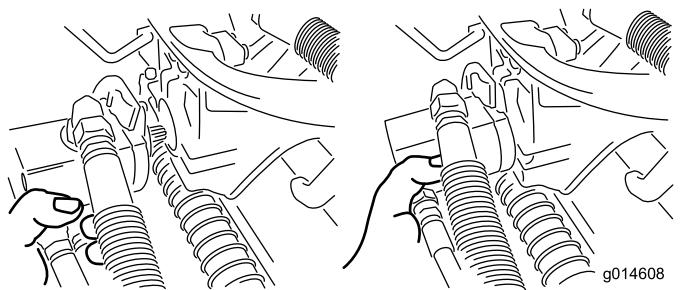

Figura 56
3. Mova o motor para o local de armazenamento na parte da frente do braço de suspensão (Figura 56).